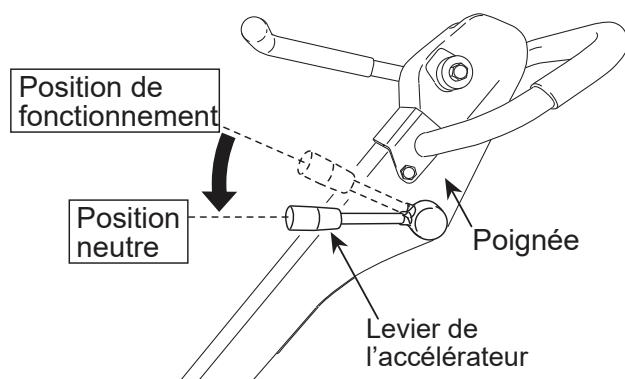

Figure 18. Levier d'accélérateur (ralenti)
1. Mettez le levier d'accélérateur en position ralenti (Figure 18) et faites fonctionner le moteur pendant trois minutes à basse vitesse.